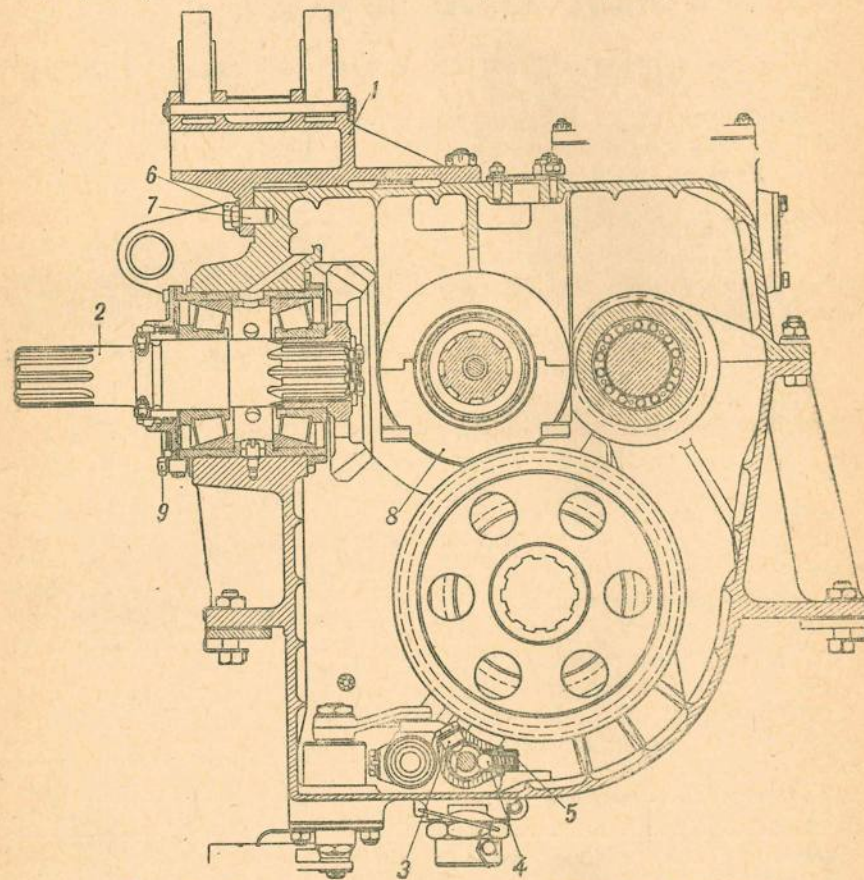
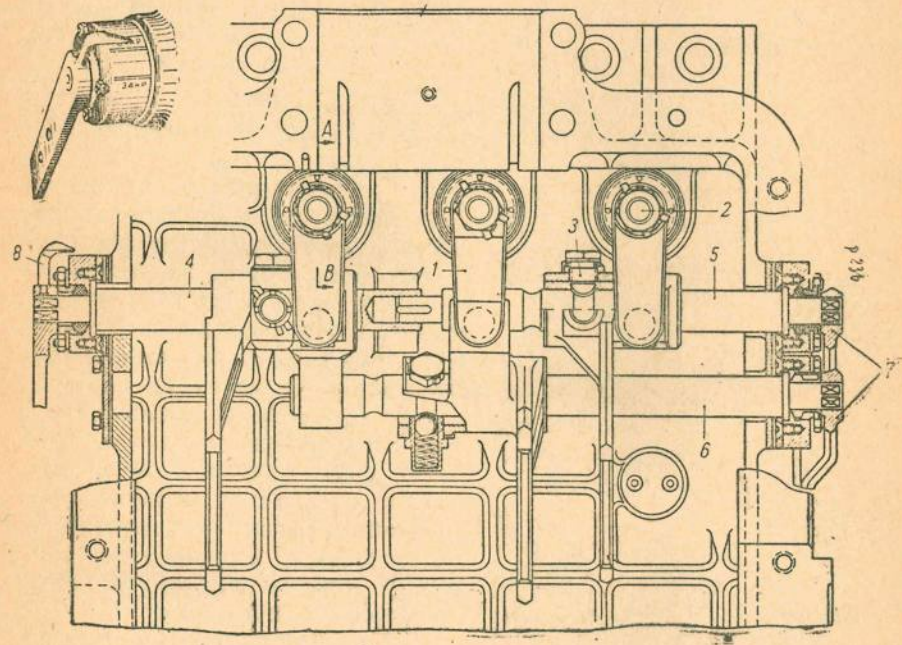
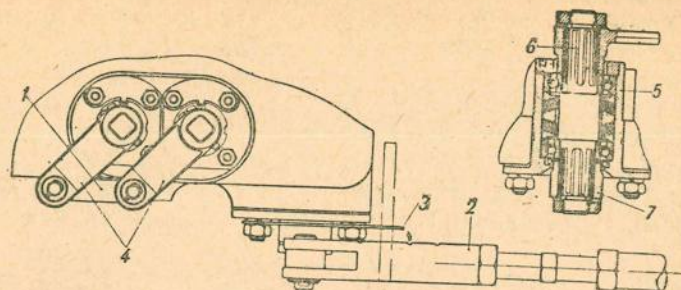

Рис. 97. Коробка перемены передач (поперечный разрез)
Рис. 98. Переключающее устройство коробки перемены передач
Рис. 99. Замокный механизм коробки перемены передач:
Г. РАЗБОРКА И СБОРКА КОРОБКИ ПЕРЕМЕНЫ ПЕРЕДАЧ (рис. 97—119)
4. Удлиненным торцовым ключом отвернуть горизонтальные болты 6 (рис. 97) кронштейна 1 стартеров, вытащить установочные штифты 7, отвернуть гайки шпилек и снять кронштейны стартеров с крышки картера.
8. Расшплинтовать и отвернуть гайки двух шпилек, утопленных в приливе крышки картера под заглушкой сапуна. Ослабить распорные болты 9 (рис. 97) обоймы ведущего вала 2, ослабить две гайки болтов бугеля 8.
11. Отогнуть отверткой усы стопорных шайб, специальным торцовым ключом отвернуть гайки вертикальных валиков 2 (рис. 98) и снять балансиры 1 переключения вилок. Отогнуть усы стопорных шайб у бономов вилок переключения, вывернуть бономы-ввертыши 3 (рис. 97). Специальным торцовым ключом частично отвернуть колпачки 5 пружин бономов. Расшплинтовать оси соединительной планки 1 (рис. 99). Снять шайбы и планку с рычагов 4. Отвернуть гайки крепления сальников у валиков вилок переключения, снять шайбы Гровера, стопорные планки гаек сальников и вынуть три валика из отверстия картера.
16. Расшплинтовать и снять пальцы, соединяющие проушины 2 (рис. 99) с рычагами переключения. Отвернуть болты и гайки шпилек крепления стаканов переключения 5 к днищу картера и легкими
Установить и закрепить болтами, с подложенными под них шайбами Гровера, стопорную планку. Обвязать проволокой винты крышки обоймы. Ввернуть предварительно в фланец обоймы пять распорных болтов 9 (рис. 97).